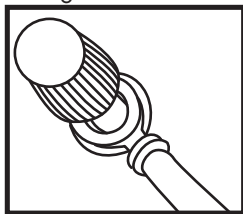

Fig. 1
- Desserrer l'écrou rouge **16** sur le convertisseur de tension **1**. Guider l'œillet de fourche rouge du câble avec la prise allume-cigare 12 V du véhicule **12** avec l'ouverture sur le raccord à vis **7** (voir Fig. 1). Veiller à ce que la rondelle se trouve entre l'œil de fourche et l'écrou **16**.
- Desserrer l'écrou noir **17** sur le convertisseur de tension **1**. Guider l'œillet de fourche noir du câble avec la prise allume-cigare 12 V du véhicule **12** avec l'ouverture sur le raccord à vis 12 V **8** (voir Fig. 1). Veiller à ce que la rondelle se trouve entre l'œil
Faire passer l'œillet à fourche rouge du câble avec la borne de raccordement rouge [10] sur le raccord à vis 12 V [7] (voir Fig. 1). Veiller à ce que la rondelle se trouve entre l'œil de fourche et l'écrou [16].
Faire passer l'œillet à fourche noir du câble avec la borne de raccordement noir [11] sur le raccord à vis [8] (voir Fig. 1). Veiller à ce que la rondelle se trouve entre l'œil de fourche et l'écrou [17].